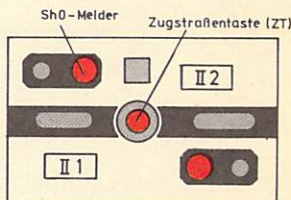

Bild 2
- (1) Zugdeckungssignale sind in Grundstellung betrieblich abgeschaltet und zeigen Kennlicht (vgl. Bild 1). Durch Bedienen der Zugstraßentaste und der Signalhaltgruppentaste können sie auf Sh 0 gestellt und damit gesperrt werden (vgl. Bild 2).